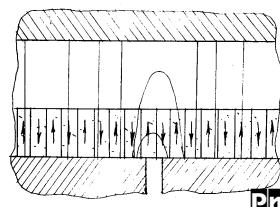
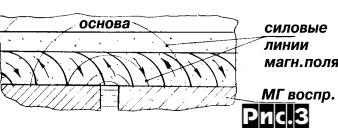

Рис.6
Рис.3
- Time Series - обыкновенная осциллограмма (*рис.5*), Spectrum - "мгновенная" спектрограмма (*рис.6*) наподобие выводимой freq.
г) взаимодействие с МГ воспроизведения становится более эффективным, особенно на верхних частотах, что объясняется, кроме всего прочего, функциональным дифференцированием сигнала, равноценным включению в тракт записи - воспроизведения дополнительного фильтра верхних частот. Сказанное поясняют рис. 6,7 (сравните с рис.3,4).